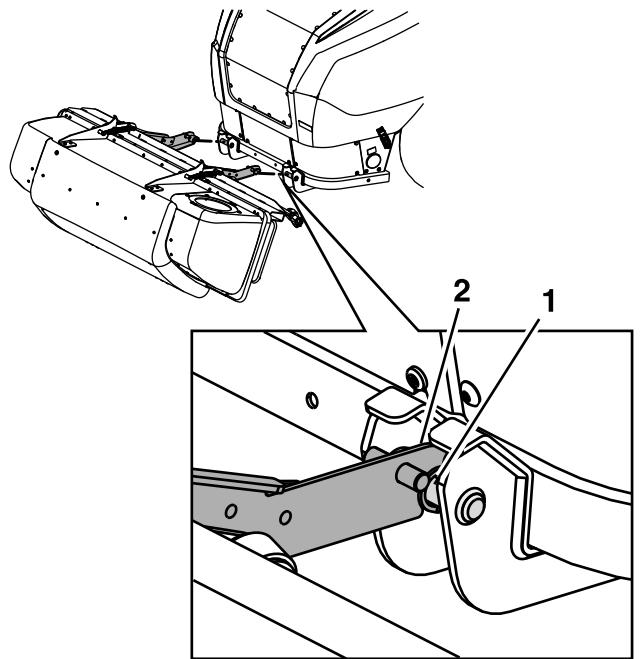

Figura 12
2. Levante las patas del bastidor del ensacador, y enganche la muesca sobre la barra de montaje inferior del ensacador (Figura 12).